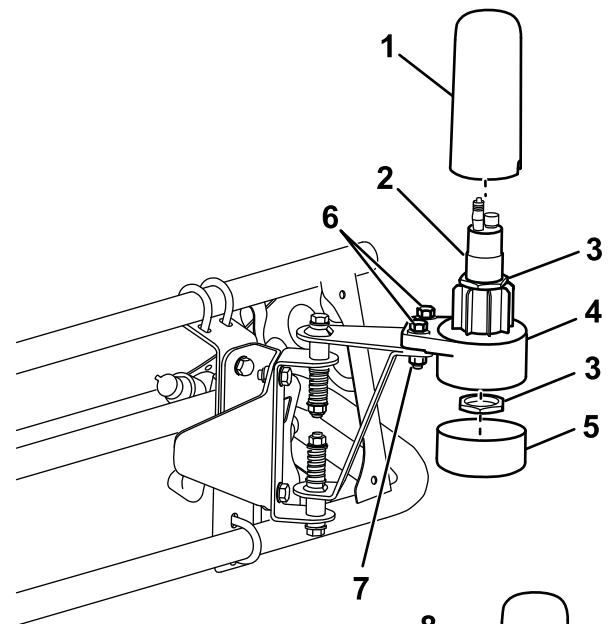

Figura 10
4. Instale el alojamiento inferior del sensor en los herrajes de montaje del sensor con 2 pernos (5/16 x 1-1/4 pulgada) y 2 contratuercas (5/16 pulgada) (Figura 10).
6. Introduzca el sensor en la carcasa inferior del sensor, y sujételo con las 2 tuercas grandes suministradas con el sensor (Figura 10).
7. Instale el tapón y la tapa (Figura 10).